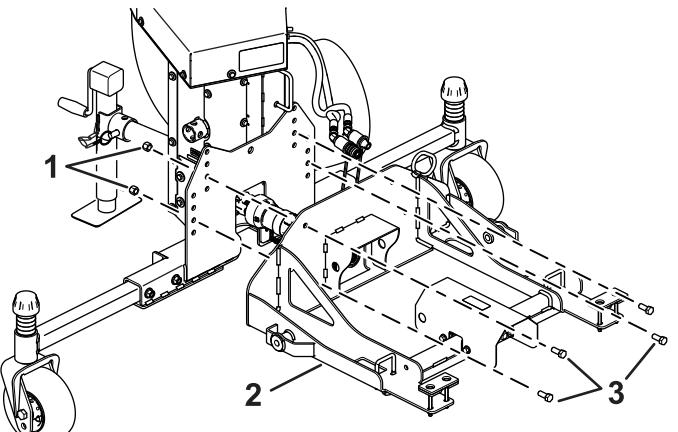

Figure 11
2. Fixez la plaque de montage sur le cadre du souffleur à l'aide de 4 boulons ($\frac{1}{2}$ " x $1\frac{1}{4}$ ") et 4 contre-écrous ($\frac{1}{2}$ "), et accouplez l'arbre d'entraînement du souffleur à l'arbre cannelé sur la plaque de montage en glissant l'accouplement rapide sur l'arbre (Figure 11).